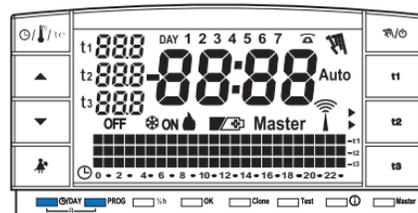

Abb. 27
- Sollen die eingegebene Daten zurückgesetzt werden, drücken Sie etwa 2 Sek. lang die Tasten **DAY** und **PROG.** Auf der Anzeige leuchten sämtliche Segmente auf (allgemeiner Auto-Test) (Abb. 27/28).